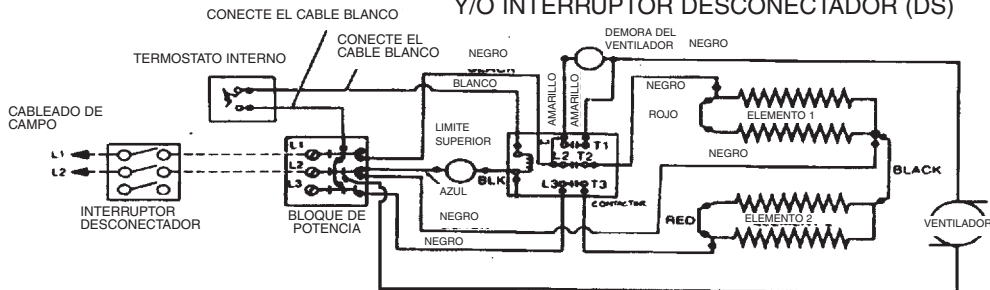

Figura 3
2. Conecte los cables blancos del calentador a los terminales "L2" y "cycle" ("ciclo") en el termostato según se muestra en el esquema eléctrico, Figura 3.